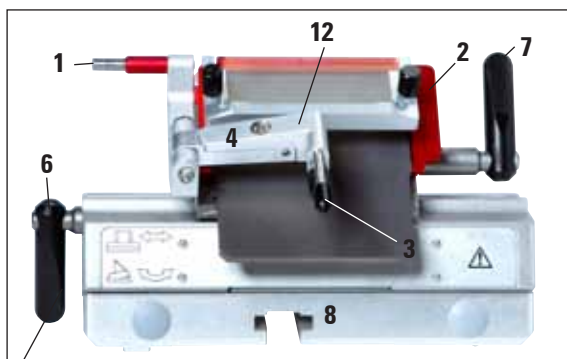

Fig. 12
- Klingeudskydning (1) og fingerbeskyttelse (2)
- Frivinkelindstilling med unbrakonøgle str. 4 (se 5, fig. 12, til venstre på klingeholderen) - anbefalet vinkel mellem 2° og 5°
- Håndtag (6) lateralforskydning (skal pege nedad, så fingerhvilen kan skubbes uhindret).
- Håndtag (7) til fastklemning af klinge
1. For at løsne segmentbuen (1) fra basen løsnes skruen over frivinkelindstillingen (2) med unbrakonøgle str. 4, og segmentbuen (1) tages af klingeholderbasis.
2. Klap snitstrækkesystemet (3) til venstre, mens du holder fast i armen (4).
3. Drej tilholderpladens spændearmen (5) mod uret for at løsne den.
4. Hold tilholderpladen (6) fast, og træk boltene (7) ud.
5. Derefter kan tilholderpladen (6) fjernes med henblik på rengøring (med alkohol).
6. For at fjerne den øverste del (8) fra segmentbuen skal du løsne spændearmen på klingeholderen (6, fig. 12) ved at dreje den med uret og trække den ud. Det er nu muligt at forskyde klingeholderen lateralt og tage den af segmentbuen.